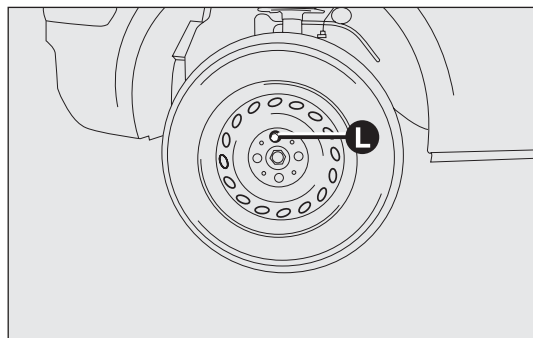

fig. 125
- ❑ déposer l'enjoliveur de roue (si présent) après avoir dévissé ses 3 boulons de fixation, puis dévisser le quatrième boulon L - fig. 125 et extraire la roue (pour les versions avec moteur Multijet)